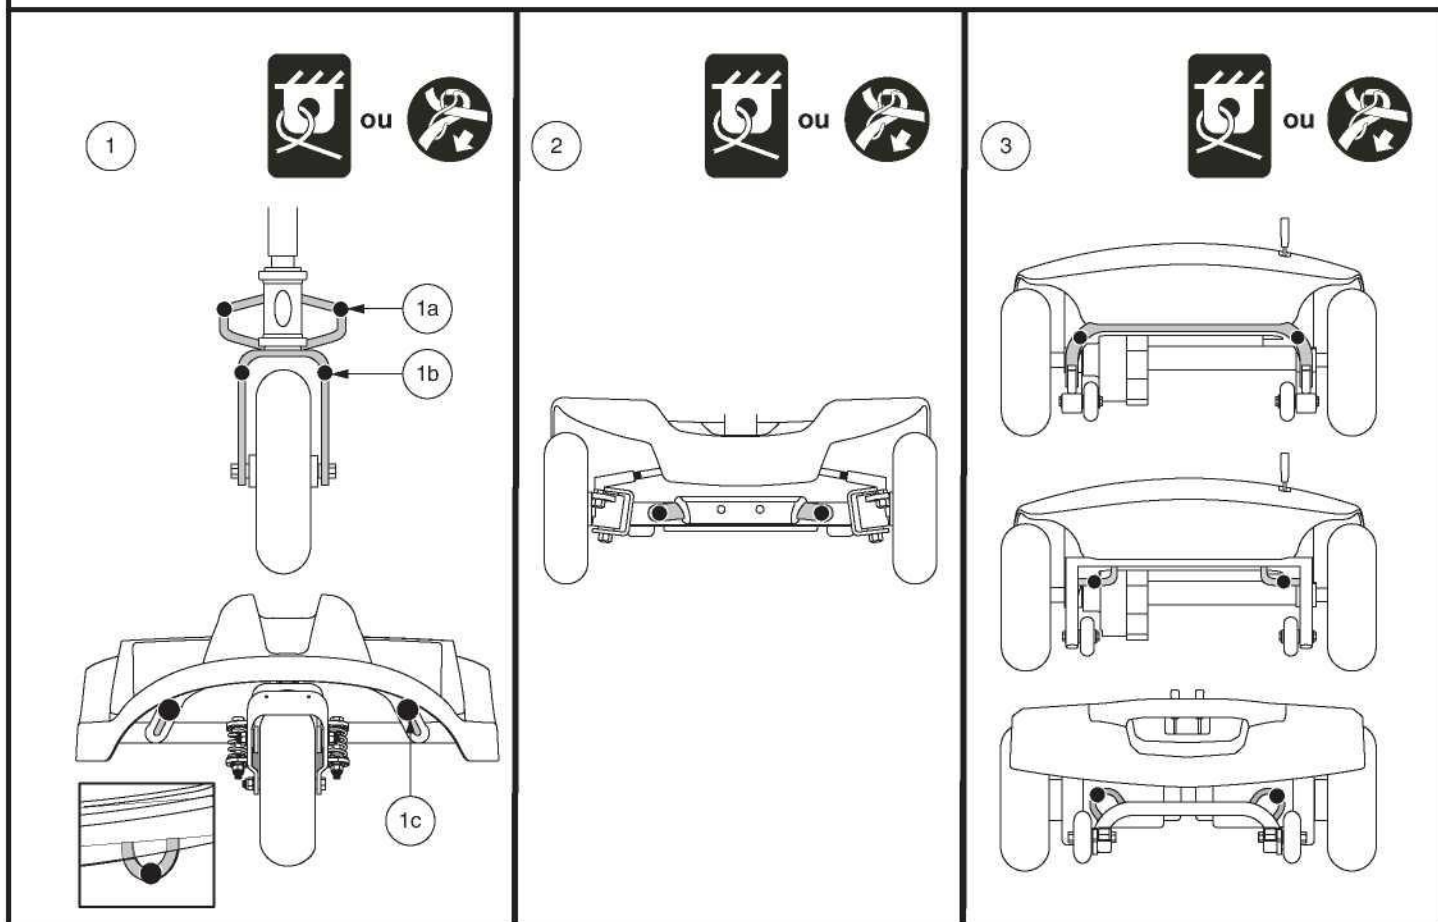

Figure 15. Points d'ancrage (Identifié avec des points noirs)
Le Travel Scooter doit toujours être ancrés face à l'avant du véhicule. Fixez les quatre (4) courroies aux points d'ancrage désignés sur le Travel Scooter. **Voir la figure 15.** Serrez-bien les courroies pour retirer le jeu excessif. N'attachez jamais le Travel Scooter par ses composantes réglables ou mobiles tels que les accoudoirs, capots ou roues. Ces articles devraient être enlevés. Positionnez les points d'ancrage arrière des courroies directement derrière le Travel Scooter. Les points d'ancrage avant sont disposés plus loin de chaque côté du Travel Scooter afin d'augmenter la stabilité latérale.